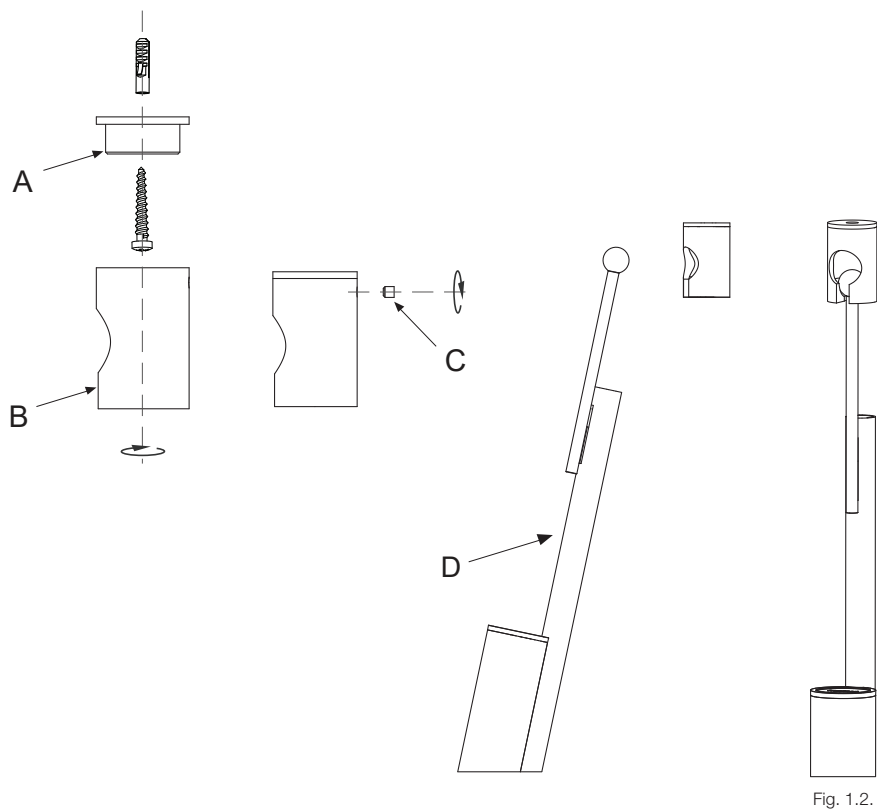

Fig. 1.2.
1.2. Place the lamp assembly (D) on the pre-assembled support, as shown in Figure 1.2.
1.2. Introduisez l'ensemble (D) de la lampe dans le support préalablement monté comme illustré sur la figure 1.2.
1.2. Die Leuchtenbaugruppe (D) in die vormontierte Halterung einsetzen, wie in Abb. 1.2. dargestellt.